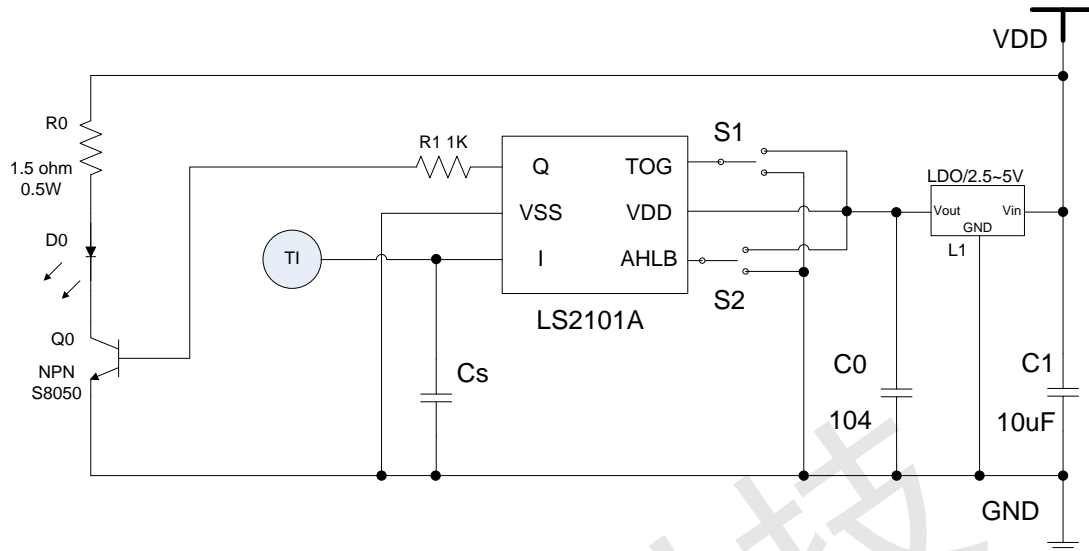

图3、使用电池或稳压源供电时的LED灯光控制应用电路
5. 图3中外部LDO是否增加视具体情况而定。如果电源纹波超过了IC内部LDO的抗纹波范围,则需另加外部LDO,否则会引起灵敏度漂移或触摸芯片检测错误,发生误动作或死机。如突然加载大电流负载、锂电池和外置充电器交叉使用,高频次的开启/关闭LED显示时都需注意电源的稳定性。